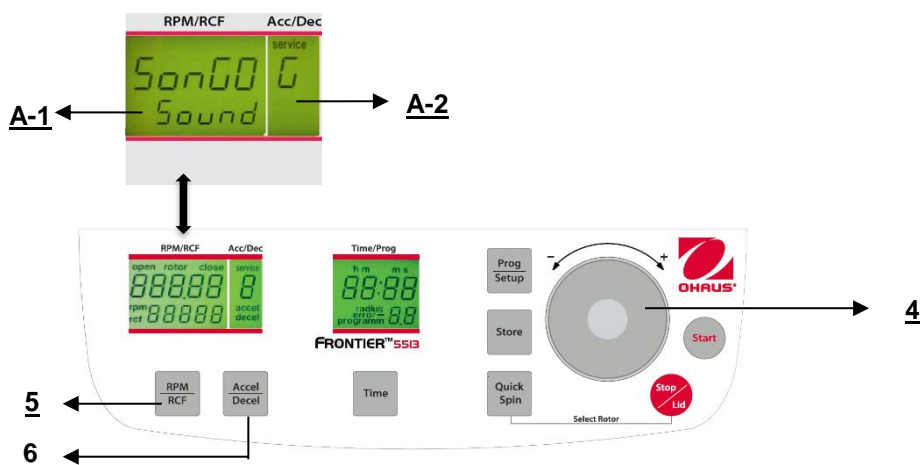

Figura. 32
Procedere come descritto al punto 4.1.2 per inserire questa modalità programma e poi premere il tasto **"Accel/Decel"** (6). **Sul display "Acc/Dec" (A-2) lampeggia la parola "Service"**. Selezionare adesso la lettera **"G"** con la quadrante di regolazione (4). Di conseguenza, sul display **"RPM/RCF"** (A-1), appare la parola **"VsonGo/Sound"**. Dopo aver premuto il tasto **"RPM/RCF"** (5), è possibile selezionare una suoneria con la quadrante di regolazione(4). (Vedere figura 32)